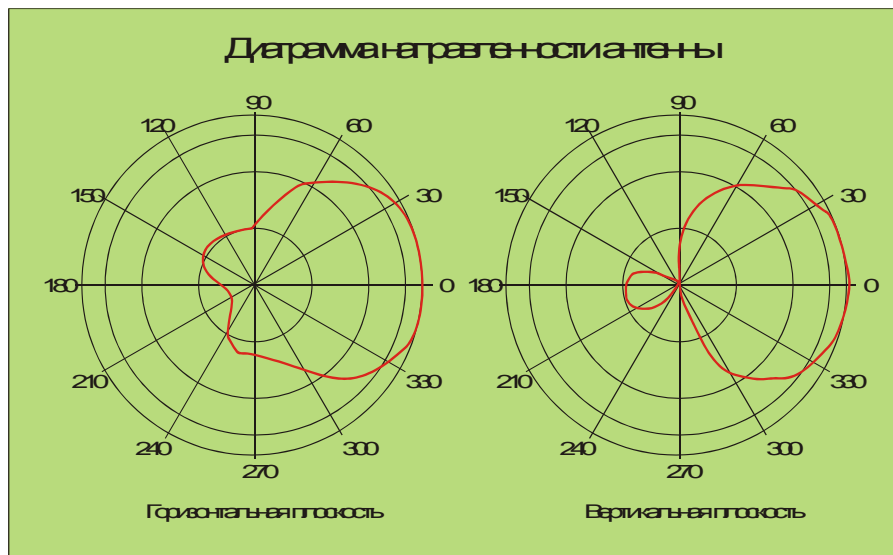

Рисунок 39. Диаграмма направленности антенны
- правильно сориентировать антенны каждого из каналов. Антенны имеют достаточно выраженную диаграмму направленности, то есть при разном взаимном расположении метки и антенны дальность считывания существенно меняется. Максимальная дальность достигается при расположении метки по оси передней плоскости антенны, минимальная – при расположении метки параллельно плоскости антенны или сзади нее (рис. 39);